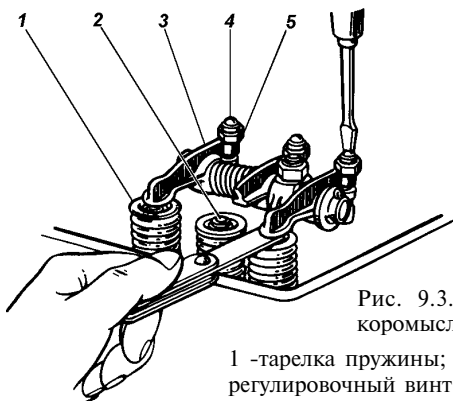

Рис. 9.3. Регулировка зазора между коромыслом и клапаном:
- установите поршень первого цилиндра по метке на шкиве-демпфере коленчатого вала (рис. 9.2) в ВМТ при такте сжатия и шупом проверьте зазор между коромыслами и 1, 2, 4, 6 клапанами. При неправильном зазоре с помощью регулировочного винта установите зазор по шупу (рис. 9.3), после чего, поддерживая отверткой регулировочный винт, затяните контргайку и проверьте правильность зазора;